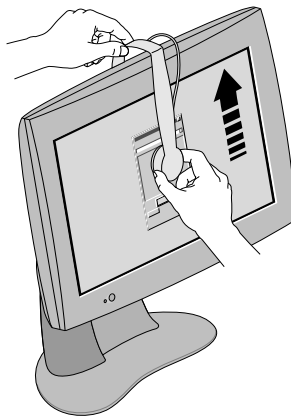

Figura 1-11 Remover o sensor
5. Remova o sensor usando ambas as mãos, como mostrado na Figura 1-11.